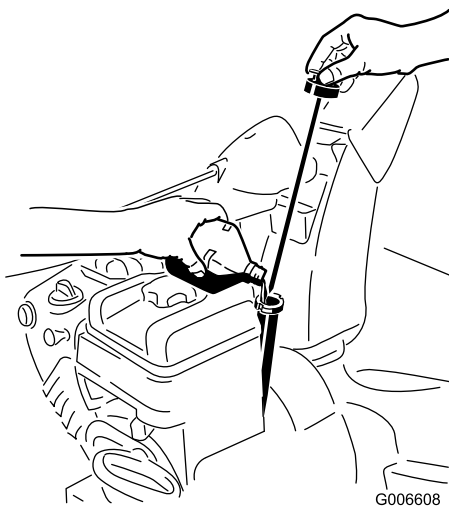

Bild 12
1. Nehmen Sie den Peilstab heraus und füllen Sie das Öl **langsam** in den Einfüllstutzen ein, um den Ölstand auf die Vollmarke am Peilstab anzuheben. **Überfüllen Sie nicht.**(Bild 12).